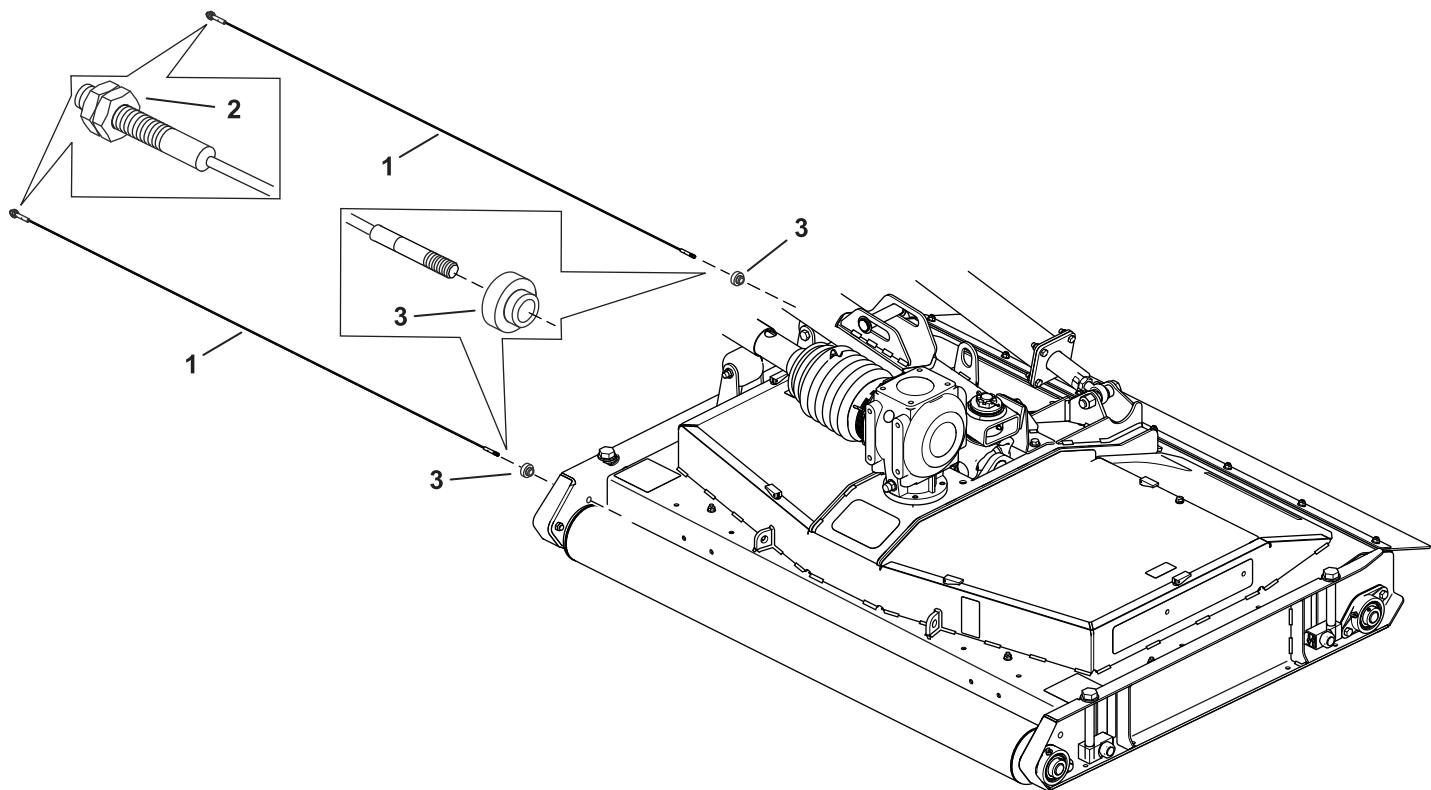

Figura 3
1. Instale o fio num casquinho como se mostra na Figura 3.